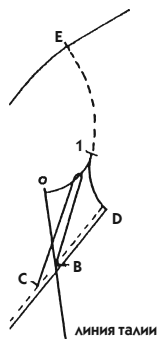

Рис. 719
- Чтобы, наоборот, расширить рукав, ничего не меняйте в линии нижнего среза, а проведите новую сплошную линию, параллельную ей, до самого низа рукава (рис. 719, задание выполнять не требуется).
- Можно заузить рукав в противоположность тому, что показано на рис. 719.